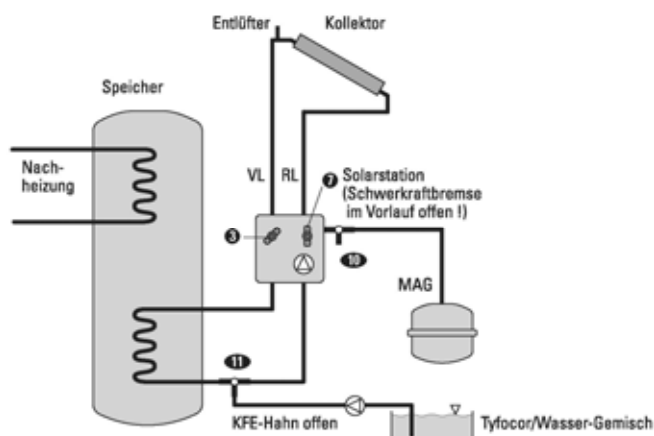

Abb. 86:
Für den Betrieb der Anlage müssen die Thermohähne komplett geöffnet sein, d.h. senkrechte Stellung der blauen und roten Armatur ⑤ und ⑦ (s. Abb. 86). Ist keine leistungsstarke Füllpumpe vorhanden, kann der Betriebsdruck von 1,8 bis 2,0 bar auch mittels dem Wasserdruck aus dem Trinkwassernetz hergestellt werden. Allerdings muss dann sichergestellt sein, dass auch nach dem Füllen mit Wasser ausreichend Frostschutz gewährleistet ist. Die ist unbedingt zu prüfen.